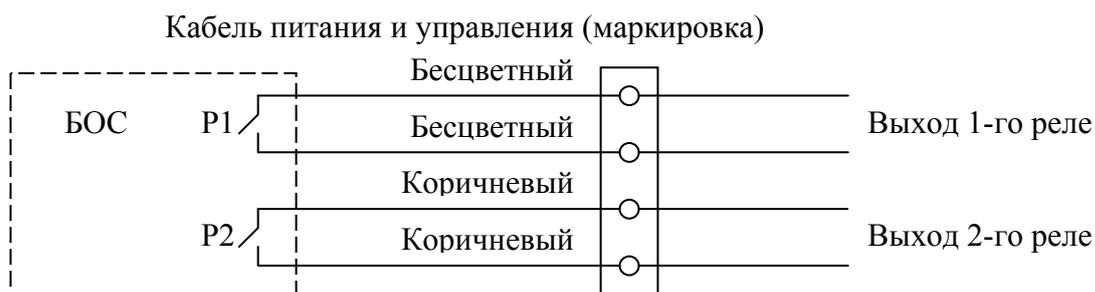

Рис. 8.5. Подключение выходных реле. Контакты реле в положении «тревога».
8.4.1. Все выходные реле изделия являются отдельными, неполярными и гальванически развязанными. В нормальном состоянии контакты реле замкнуты. В состоянии «тревога» (отсутствие питания БОС, вскрытие крышки, неисправность, обнаружение преодоления заграждения) контакты реле размыкаются на время нахождения канала или каналов в указанном состоянии. При использовании реле для коммутации нагрузок необходимо учитывать, что реле являются электронными и перегрузка по протекающему току или приложенному напряжению могут привести к выходу их из строя. Подключение выходных реле к коммутационной колодке показано на рис. 8.5. Используется кабель питания и управления.